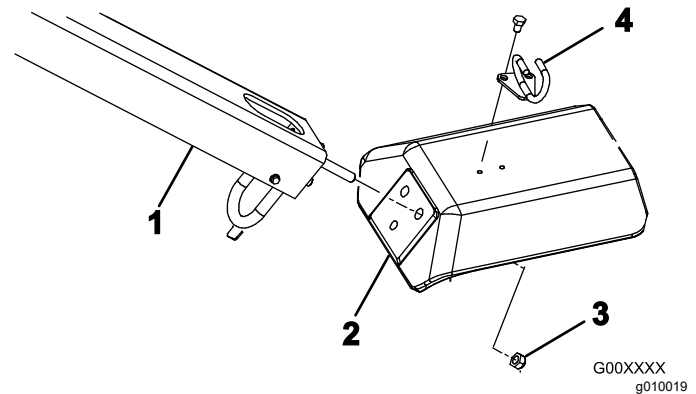

Bild 4
2. Setzen Sie die Befestigungsbolzen für den Griff in die Löcher in der Gabel ein (**Bild 4**).
3. Befestigen Sie die Griffbolzen mit drei Sicherungsmuttern (1/2") an der Gabel (**Bild 4**).
5. Befestigen Sie die Kabelführung mit zwei Kopfschrauben (5/16" x 1/2") an der Gabel (**Bild 4**).